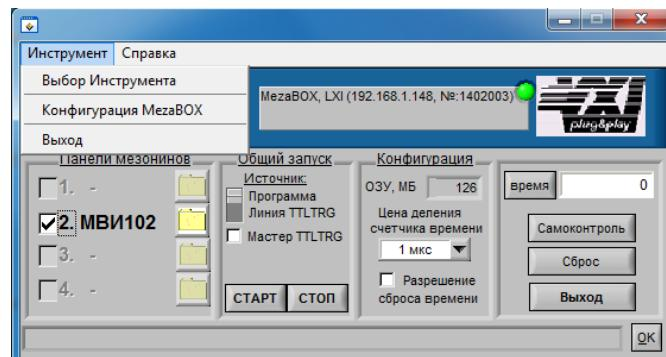

Рисунок 20
9.11.2 В панели программы «Носителей мезонинов» выберете вкладку «Выбор Инструмента». В ней мы переходим к «Конфигурации MezavOX», наведя курсор мыши на надпись. После этого, нажмите правой кнопкой мыши по надписи (рисунок 20).